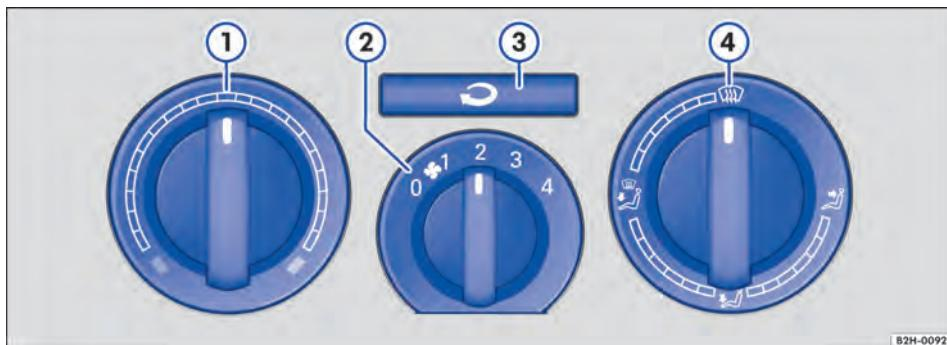

Fig. 126 No painel de instrumentos: comandos do sistema de ventilação e aquecimento.
Girar o regulador central para o nível 0 → Fig. 126 ②.